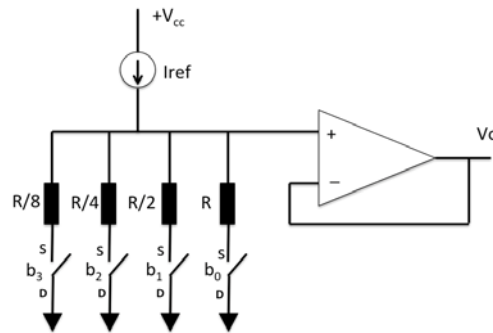

Figura 3
2. El circuit de la Figura 3 representa un convertidor D/A de 4 bits adequat per a la divisió de senyals analògics controlat per un nombre binari d'entrada (b_3, b_2, b_1, b_0) que obre/tanca quatre interruptors. Es demana:
- L'expressió analítica de la tensió de sortida V_o en funció de la font de corrent (I_{ref}), la resistència (R) i el codi digital (b_3, b_2, b_1, b_0). Considereu tots els components ideals.